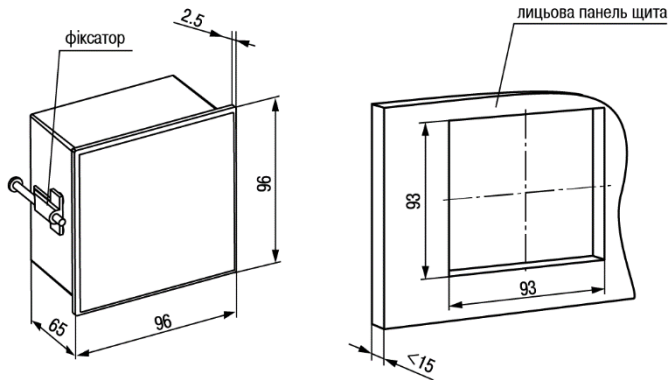

Рисунок 4.6 – Габаритні розміри корпусу Щ1
1. Підготувати на щиті керування місце для встановлення пристрою (див. *рисунок 4.6*).